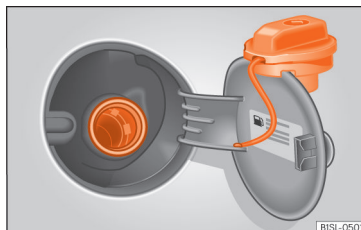

Abb. 40 Geöffnete Tankklappe mit eingehängtem Tankverschluss.
- Tankverschluss entgegen dem Uhrzeigersinn herausdrehen und oben an der Tankklappe einhängen » **Abb. 40.**